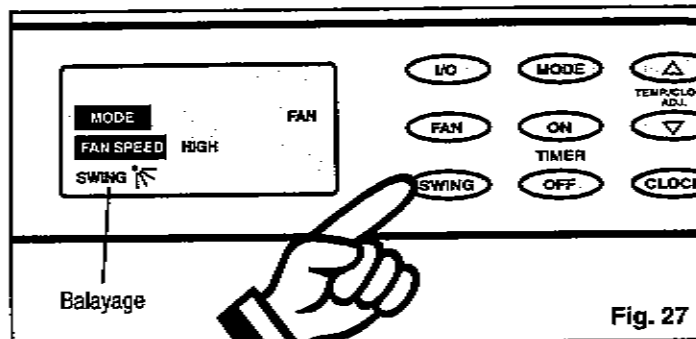

Fig. 27
- 4) Appuyez sur la touche **SWING** pour activer le balayage d'air (oscillation) (le symbole "air swing" est indiqué sur l'**ACL**). Fig. 27. Pour arrêter le balayage, appuyez sur la touche **SWING** de nouveau.